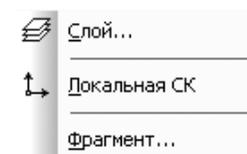

Рис. 2.18. Выпадающее меню пункта главного меню **Вставка** в режиме работы с эскизом
**Пункт главного меню Вставка** в режиме работы с эскизом или нажатие комбинации клавиш **Alt+a** вызывает выпадающее меню, представленное на рис. 2.18.